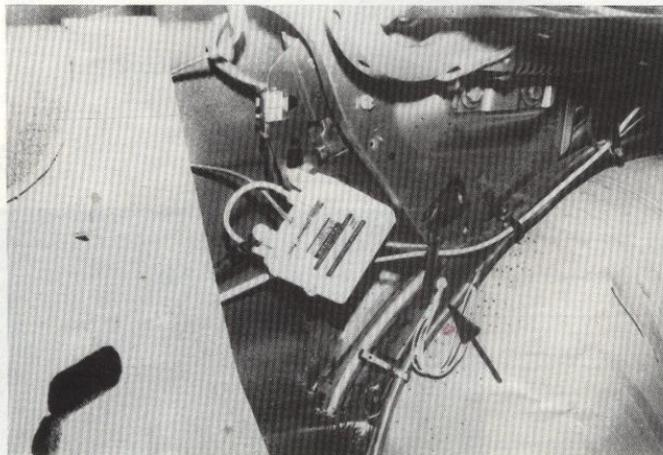

Abb. 5
- b) Die kurze Minusleitung an serienmäßige Massestelle beim Radlauf hinten links befestigen (Abb. 5).